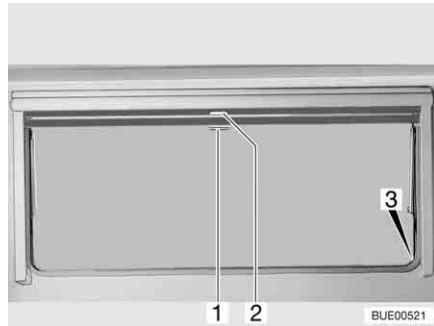

Bild 78 Ausstellfenster
- Verdunklungsrollo am Griff (Bild 78,2) nach unten ziehen. Wenn das Verdunklungsrollo ganz geschlossen wird, das Verdunklungsrollo auf beiden Seiten am Fensterrahmen in die Arretierung (Bild 78,3) einhängen.
- Wenn das Verdunklungsrollo vollständig geschlossen ist: Den Griff (Bild 78,2) nach unten drücken und den Griff dabei leicht nach innen ziehen. Das Verdunklungsrollo aus den Arretierungen links und rechts am Fensterrahmen aushängen.
- Wenn sich das Verdunklungsrollo in Zwischenposition befindet: Den Griff (Bild 78,2) leicht nach unten ziehen, bis sich die Arretierung gelöst hat.
- Insektenschutzrollo am Griff (Bild 78,1) nach unten ziehen und auf beiden Seiten am Fensterrahmen in die Arretierung (Bild 78,3) einhängen.
- Griff (Bild 78,1) nach unten drücken und den Griff dabei leicht nach innen ziehen. Das Insektenschutzrollo aus den Arretierungen links und rechts am Fensterrahmen aushängen.